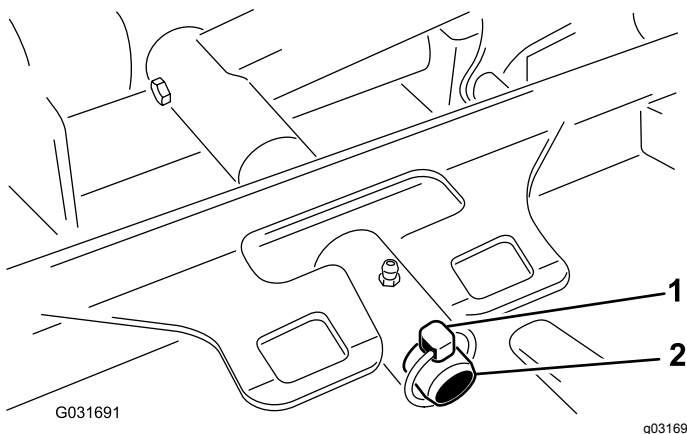

Figura 93
3. Retire el pasador de seguridad que sujeta el bastidor de tiro de la carcasa a la barra de giro del brazo de elevación (Figura 93).
3. Desplace el bastidor de tiro de la carcasa sobre la barra de giro del brazo de elevación y fíjelo con el pasador de seguridad (Figura 93).